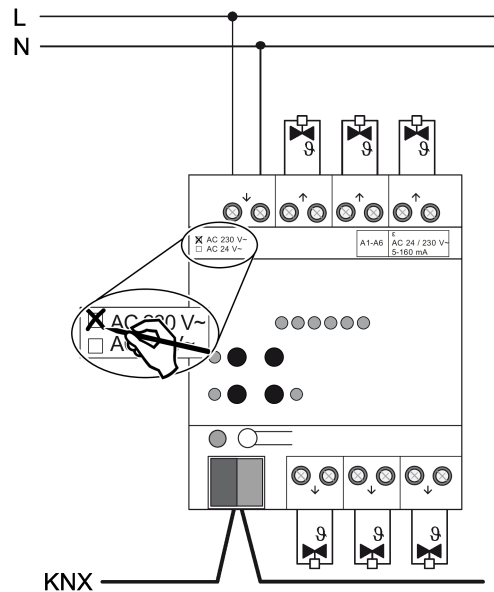

Bild 3: Anschluss Stellantriebe 230 V
- Stellantriebe AC 230 V gemäß Anschlussplan (siehe Bild 3) anschließen.